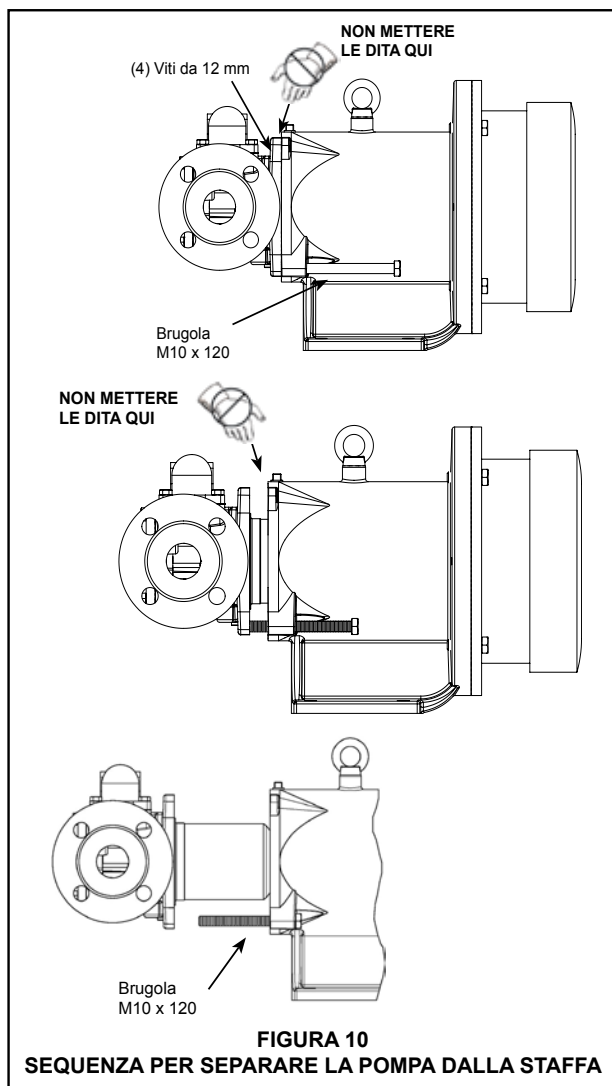

FIGURA 10
1. Togliere la tubatura dalle porte e rimuovere le brugole che fissano la pompa alla staffa. Se possibile, sostenere la pompa con un dispositivo di sollevamento aereo. Usare la brugola M10 x 120 (martinetto a vite) nella staffa per separare il magnete interno da quello esterno (vedere la sequenza in figura 10).
Fare molta attenzione quando si tira il magnete interno fuori da quello esterno (vedere la figura 10). Non mettere le dita tra la flangia di montaggio della pompa e la superficie della staffa. Se non la si tira fuori del tutto, la pompa potrebbe balzare indietro serrando un dito o la mano. Quando il magnete interno è stato rimosso dalla staffa, fare attenzione e posarlo in un punto dove non possa attrarre oggetti di ferro o di acciaio.